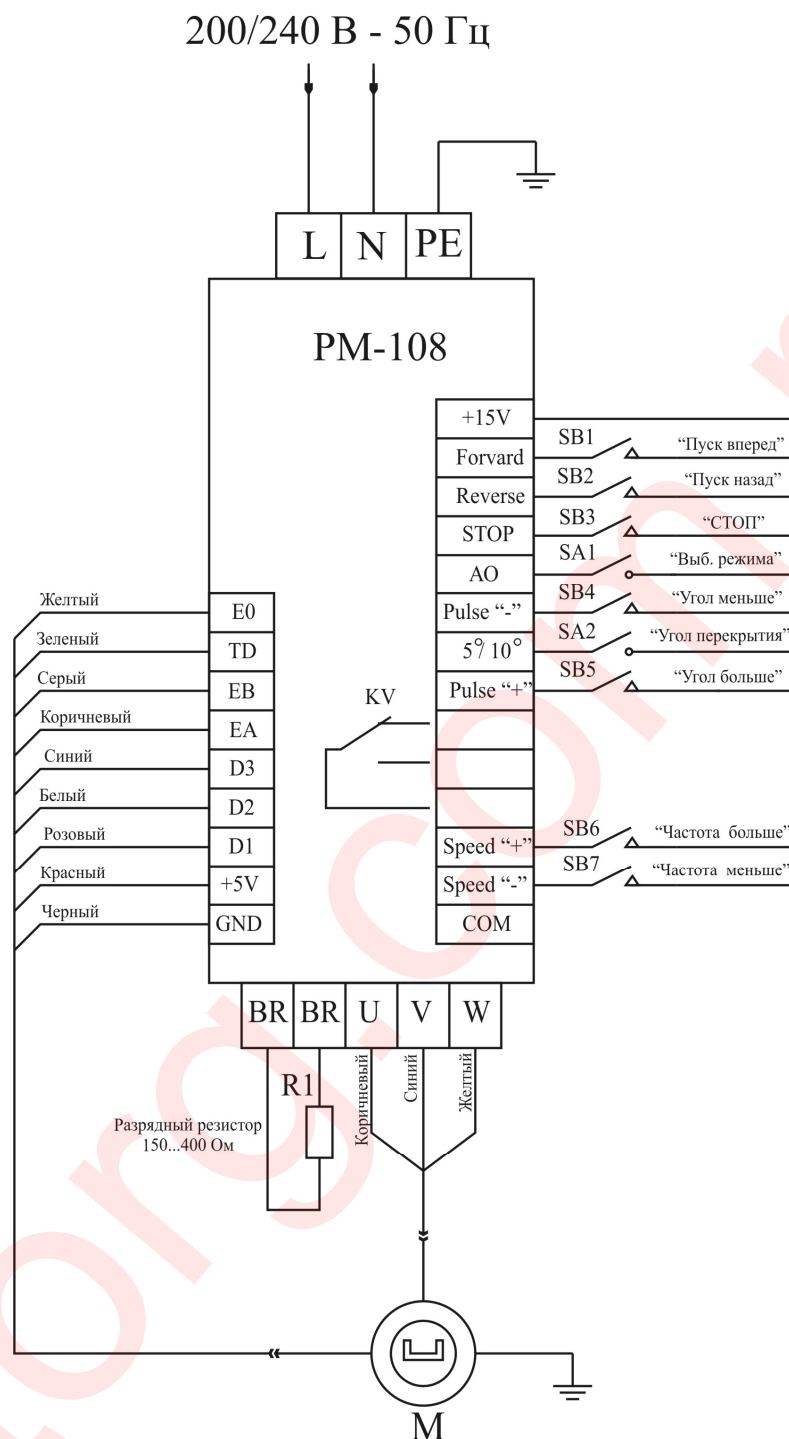

Рис. 3.
Схема подключения электропривода показана на рис. 3.
1. Частоты вращения планшайбы манипулятора в диапазоне от 0 до 5,8 об/мин при общем передаточном соотношении $i=278$. Изменение частоты вращения планшайбы производится кнопками SB6, SB7 (рис. 3), дискретность изменения частоты вращения планшайбы 0,1 об/мин. При индикации частоты вращения планшайбы старший разряд индикатора высвечивает символ «U».
2. Заданного угла поворота планшайбы манипулятора в градусах. Изменение заданного угла поворота планшайбы производится кнопками SB4, SB5 (рис. 3) в пределах 0...720 гр. При индикации заданного угла поворота планшайбы старший разряд индикатора высвечивает символ «L».
Работа электропривода возможна в двух режимах: автоматическом и ручном. Выбор режима работы производится посредством переключателя SA1 (рис. 3). Замкнутый контакт SA1 соответствует ручному режиму работы электропривода.
В ручном режиме работы электропривод позволяет регулировать частоту вращения планшайбы при вращении вала электродвигателя с помощью кнопок SB6, SB7 (рис. 3). В ручном режиме работы электропривода кнопки SB4, SB5 и переключатель SA2 (рис. 3) не задействованы. Пуск и останов электродвигателя производится кнопками SB1- SB3.
При вращении электродвигателя включается реле KV (рис. 3), что позволяет использовать его контакты для синхронизации движения планшайбы с источником сварочного тока.